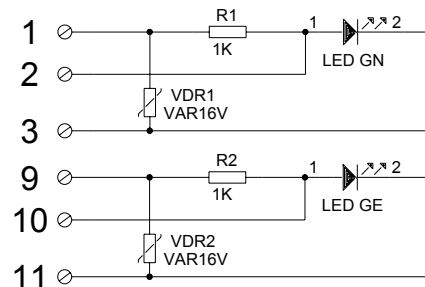

Bild 11: Interne Verdrahtung der Schlüsselschalter-LED
3. Entfernen Sie den nicht benötigten Sabotagewi-derstand bzw. die Drahtbrücke gemäß Bild 11, 13 oder 14.
9. Ziehen Sie die Federleisten ab. Der elektrische Anschluss des Schlüsselschalters/VdS an die Funk-Alarmzentrale/VdS, das Funk-Türmodul und das Funk-Türmodul Dialog/VdS erfolgt gemäß Bild 11, 13 und 14 (siehe nächste Seiten). Löten Sie die Leitungsenden an die Federleiste an.